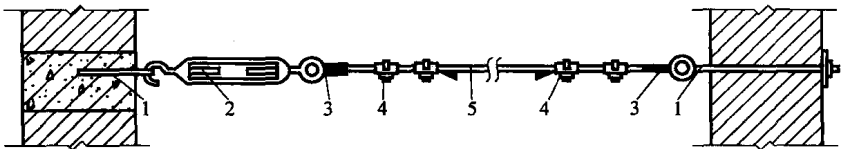

图 5-47 钢索配线示意图
3) 将钢索架设到固定点处，并用花篮螺栓将钢索拉紧，如图5-47所示。